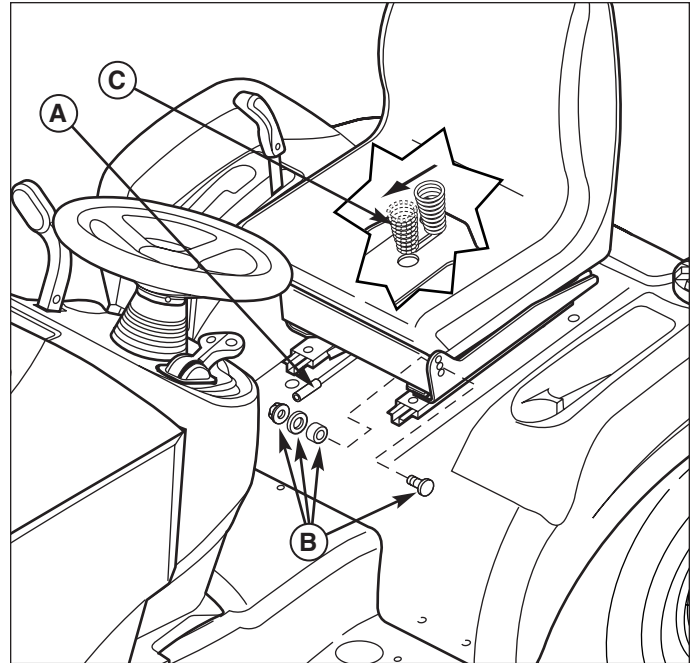

Figure 43. Réglage du siège
L'inclinaison du siège peut être réglée sur une des trois positions. Pour la régler, retirer les boulons mécaniques, écarteurs, rondelles et écrous (B, figure 43) de la charnière et les remonter dans les trous souhaités.
Le siège peut être réglé d'avant en arrière. Actionner le levier (A, figure 43), mettre le siège sur la position désirée et relâcher le levier pour le verrouiller en place.
Les ressorts du siège (C, figure 43) peuvent être réglés pour procurer une conduite plus douce ou plus ferme. Incliner le siège vers l'avant et faire glisser l'ensemble de ressort (C) vers l'avant pour une conduite plus douce, vers l'arrière pour une conduite plus ferme.